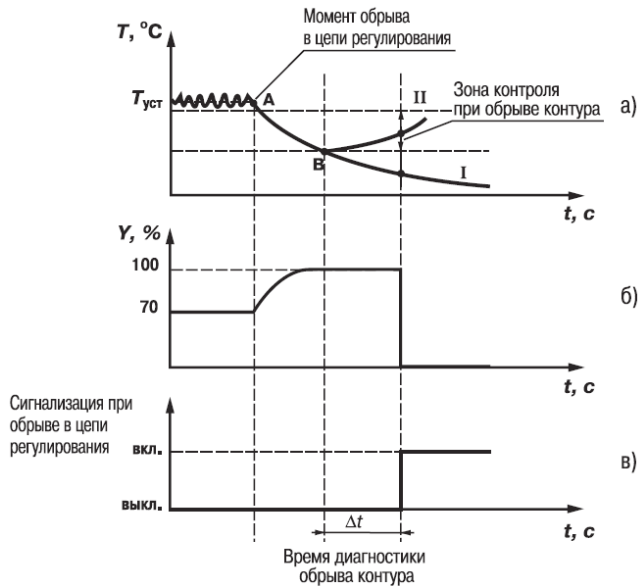

Рисунок 3.13
3.2.8.3.3 Приведем пример срабатывания устройства диагностики обрыва контура (рисунок 3.13).
В точке А нагреватель вышел из строя, и температура начинает уменьшаться (рисунок 3.13, а). Регулятор увеличивает выходной сигнал (рисунок 3.13, б), контролируя отклик системы. Поскольку температура продолжает уменьшаться, рассогласование растёт, и значение Y достигает 100 %. В момент достижения $Y = 100\%$ (точка В) прибор начинает отсчет «времени диагностики обрыва контура» Δt .
Если по истечении этого времени температура продолжает уменьшаться, сигнализация срабатывает (кривая I на рисунке 3.13, а). Если температура стала расти, но за время Δt изменение температуры не превысило «ширину зоны диагностики обрыва контура» (кривая II на рисунке 3.13, а), сигнализация также срабатывает (рисунок 3.13, в).